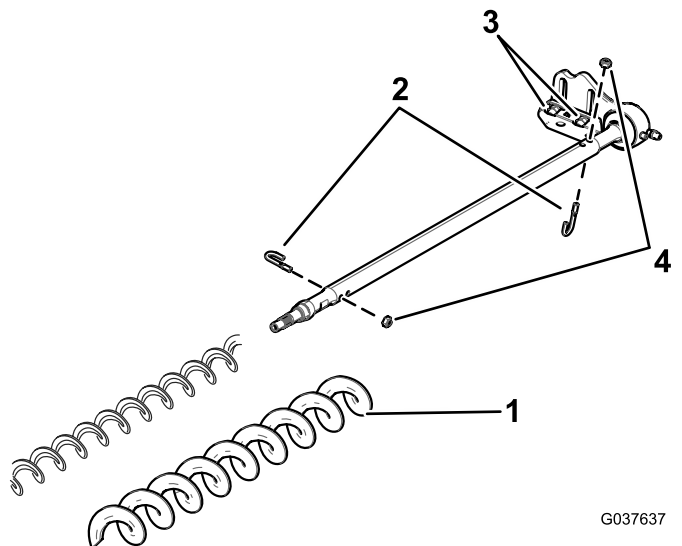

Figura 18
- Aperte as porcas de bloqueio dos parafusos em J com 2 a 3 N·m; consulte Figura 18.